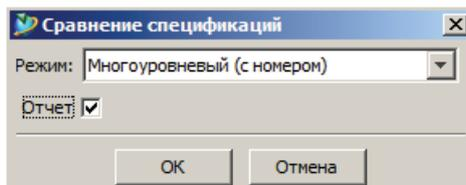

Рисунок 14.22
- для запуска сравнения необходимо нажать кнопку **ОК** (рис. 14.22).